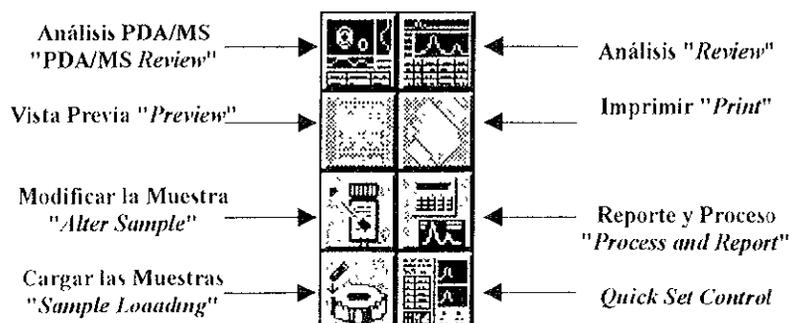

Figura 4 20. Herramientas "Tools"
De un doble "click" a la línea de la tabla *Calibration Curves view* para acceder a la ventana *Compare Calibration Curve* (figura 4.) y comparar la curva de calibración desplegada. Para salir de ésta ventana, en la barra de menú seleccione *File, Exit*
Puede desplegar los sistemas en forma de iconos (usando la caja *Filter By*) (figura 4 19)
De un doble "click" al icono del sistema para desplegar la ventana *Quick Set Control* (figura 4 27). Para salir de ésta ventana, en la barra de menú seleccione *File, Exit*.
Los iconos *Tools* se encuentran en la parte inferior izquierda de la ventana *Project* (figura 4 4). La figura 4 20 muestra los iconos *Tools* y las ventanas de acceso de operación al software *Millennium*.
El icono *Process and Report* accesa a la caja de diálogo *Process and Report Options* (figura 4 25) Use ésta caja de diálogo para
El icono *Sample Loading* accesa a la ventana que lleva el mismo nombre (figura 4 26) Esta ventana une la carga de la muestra/estándar en un cajón de muestra en el proceso de operación. Use la ventana *Sample Loading* para:
En la ventana de *Millennium* da un doble "click" en el icono *Session Manager* (figura 4 28). El *software* empezará a comunicarse con el sistema CL 616, con el o los detectores y con el automuestreador
Al terminar aparecerá la ventana *Login Dialog Box* (figura 4 29) en la cual debe escribir un nombre de usuario "User Name", el cual puede ser *SYSTEM* y su contraseña la cual puede ser *MANAGER*, (el nombre de usuario y la contraseña son asignados por el encargado) inmediatamente presione el botón *Login* para poder acceder al *software Millennium 2010*.
- Ventana *Session Manager* (figura 4 1)
- Ventana *Project* (figura 4 4) aparece cuando ya se tiene un proyecto específico por el usuario
- Ventana *Quick Set Control* (figura 4 27) aparece cuando se tienen un proyecto y un sistema específico por el usuario
El software *Millennium* le permite usar varios instrumentos cromatográficos juntos (tal como bomba, detector y automuestreador) Este grupo de instrumentos se configuran desde la ventana *Configure System* (figura 4 30)
- Inicialmente identificar la serie de instrumentos (conectados a la tarjeta *BUS LAC/E*) usando la caja de diálogo *Configure Bus LAC/E Serial Ports* (figura 4 31)
Scanning for active devices. Please stand by. Inmediatamente aparece la ventana *Configure System* (figura 4 30)